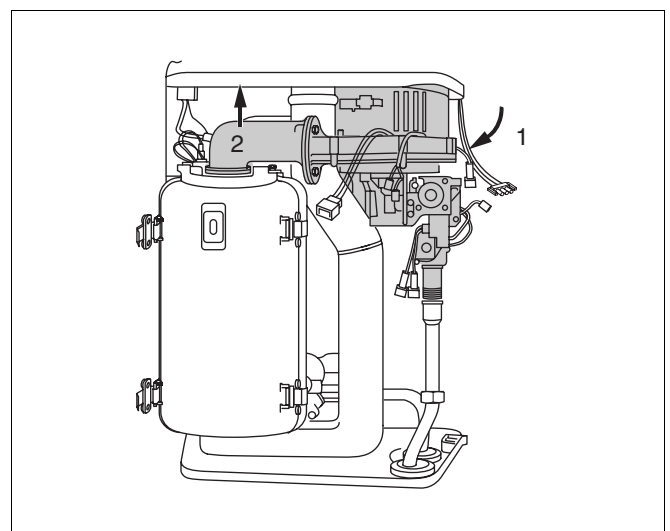

Abb. 41 Luftverbundeinheit nehmen
- Luftverbundeinheit "KombiVENT" nach vorn schwenken (Abb. 41, Pos. 1).
- Luftverbundeinheit "KombiVENT" aus dem Bajonettverschluss nach oben wegziehen (Abb. 41, Pos. 2) und nach vorne aus dem Gerät nehmen.